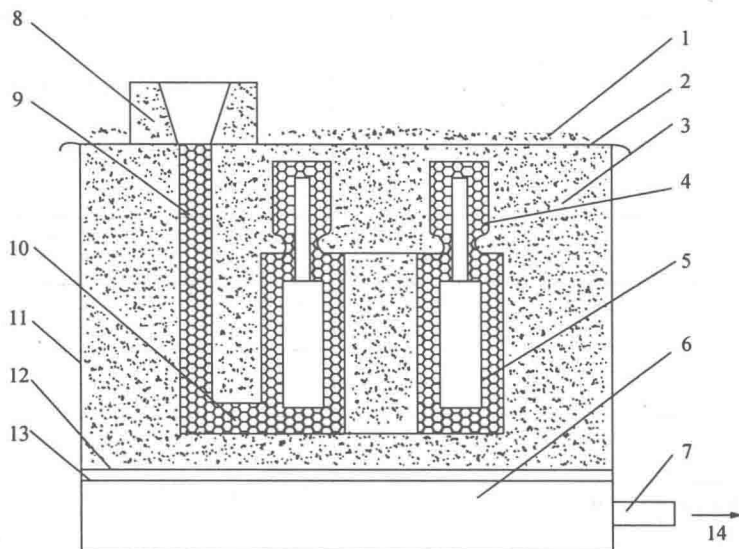

图 1-3 负压实型造型法示意图
1. 写出图 1-3 中未标注部分的名称及已标注名称部分的作用。